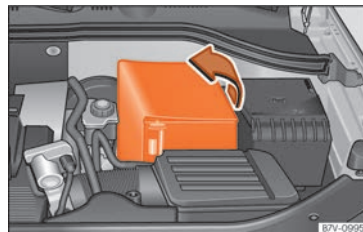

Fig. 299 Dans le compartiment moteur : dégagez le couvercle de la batterie du véhicule.
- En présence d'un cache : retirez le couvercle en le faisant glisser sur un côté »» fig. 299.